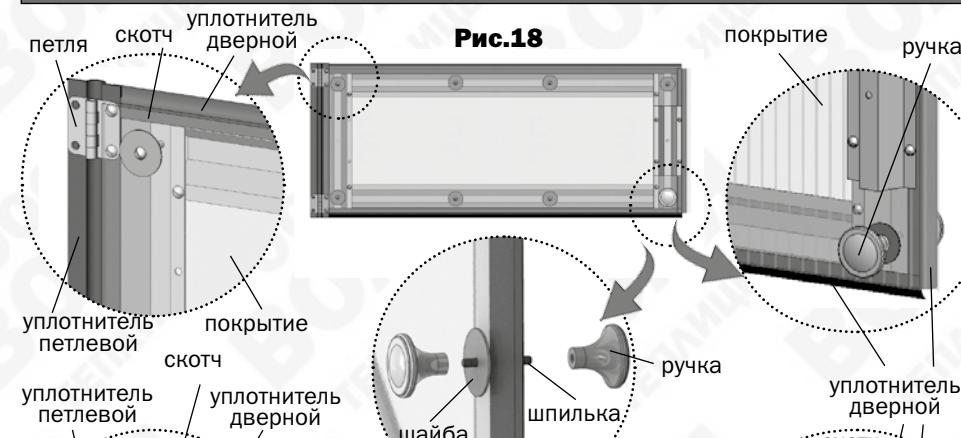

Рис.18
5. Закрепите куски покрытия на двери и форточки шайбами (рис.18,19), сделав выпуск покрытия по одной стороне (рис.23), предварительно закрыв соты (оклеив их скотчем). Профили уплотнительные устанавливаются по контуру дверей в соответствии с рисунками 19,21,22.